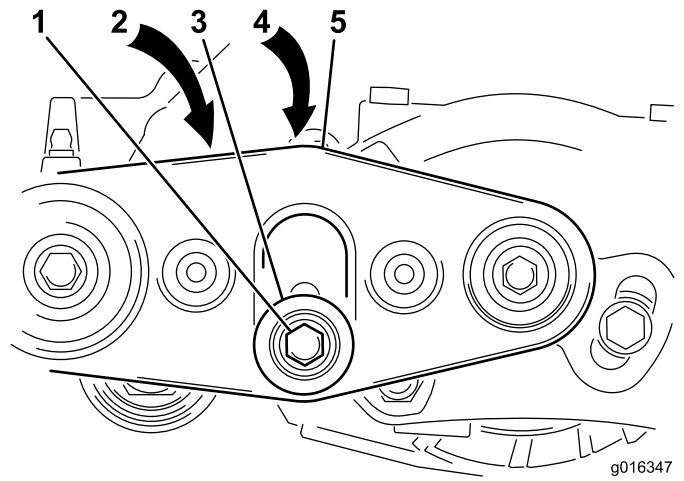

Bild 21
- A. Lösen Sie die Sechskantschraube und die Mutter, mit denen die Spannscheibe an der rechten Bürstenstütze befestigt ist, siehe Bild 21.